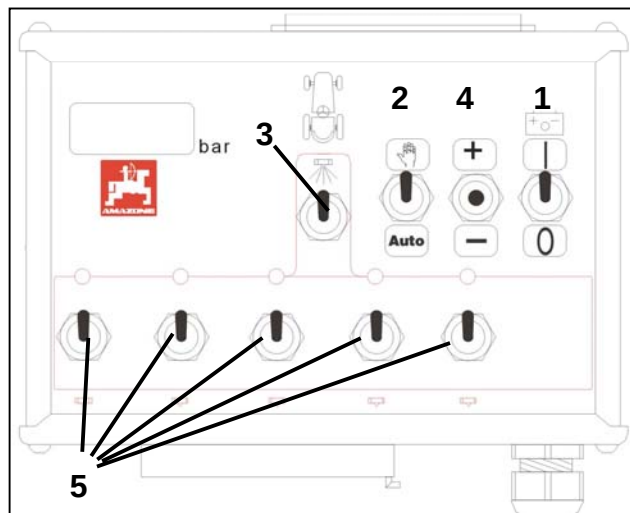

Fig. 7.15
- Betjeningspanelets tænd/sluk kontakt (fig. 7.15/1) sættes i position "I". Den røde kontrollampe lyser på betjeningspanelet, og den er klar til brug.
- Programkontakten (fig. 7.15/2) sættes i position "Håndbetjent".
- Kontakten (fig. 7.15/3) for den centrale til- og frakobling af sprøjtebommen sættes i position "I". Delbreddeventiler åbnes og der strømmer vand ud af dyserne.
- $\pm$ tasten (fig. 7.15/4) trykkes indtil sprøjtemanometeret viser et tryk på **4 bar**.
- En delbredde af sprøjtebommen lukkes over delbreddekontakten (fig. 7.15/5). Sprøjtemanometeret bliver ændret til det indstillede sprøjtetryk.